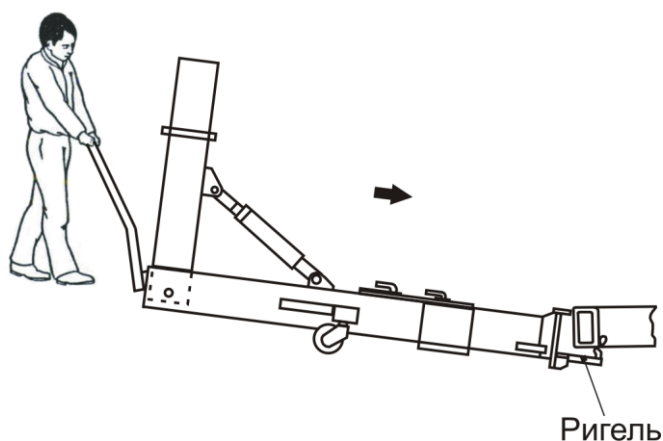

Рисунок 10
8.8 В зависимости от повреждения кузова, определите направление вытяжки и подведите сцепной узел силового устройства в исходное положение (Рисунок 10).